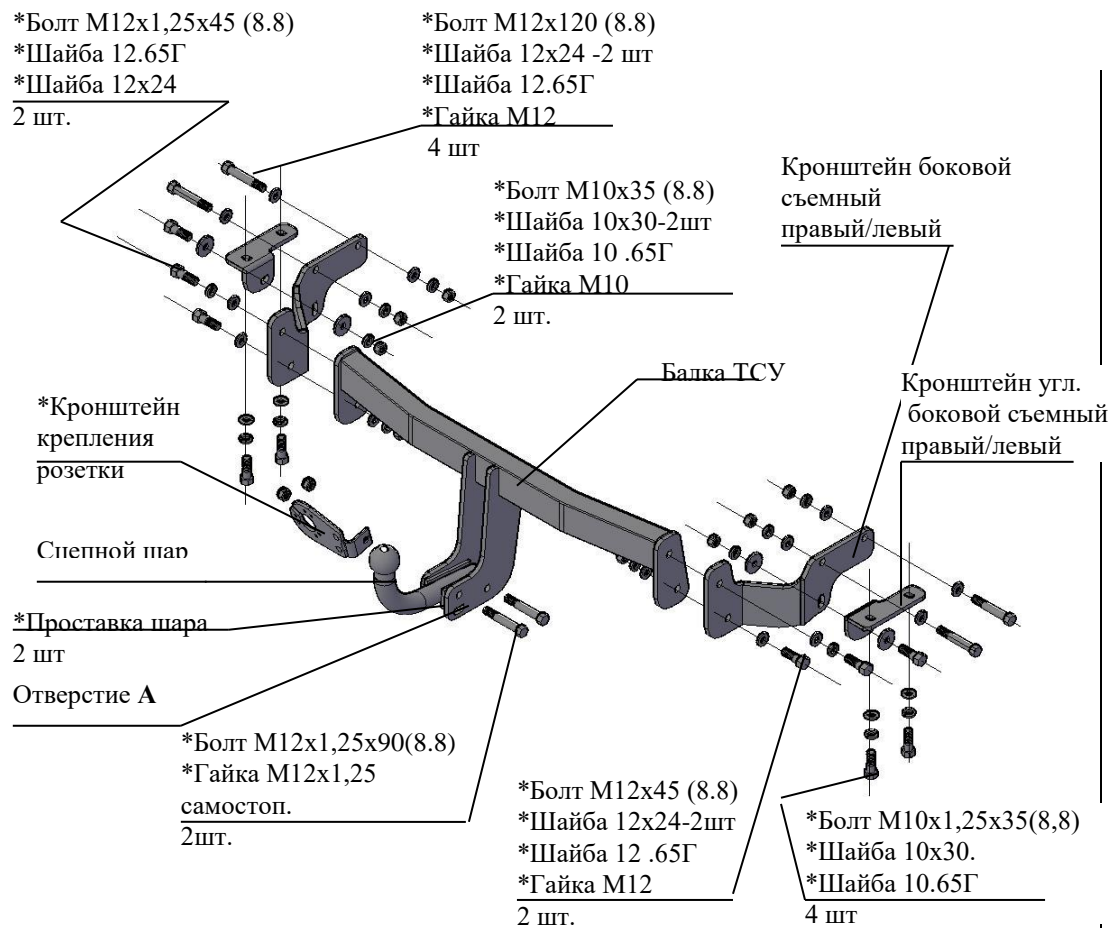

Рис.1 Тягово-сцепное устройство 7231
2.1 ТСУ 7231 в сборе (рис.1)	1 шт.
2.2 Пакет с комплектующими (см. рис.1)	1 шт.
4.2 Закрепить боковые съемные кронштейны ТСУ (правый и левый соответственно рис.1) к боковым внутренним полкам лонжеронов а/м болтами М12х120 гайками М12, подложив под головки болтов шайбы 12х24, под гайки - шайбы 12.65Г и шайбы 12х24. Крепеж не затягивать.
4.3 Закрепить угловые боковые съемные кронштейны ТСУ (правый и левый соответственно рис.1) к нижним полкам лонжеронов а/м болтами М10х1,25х35 (используя